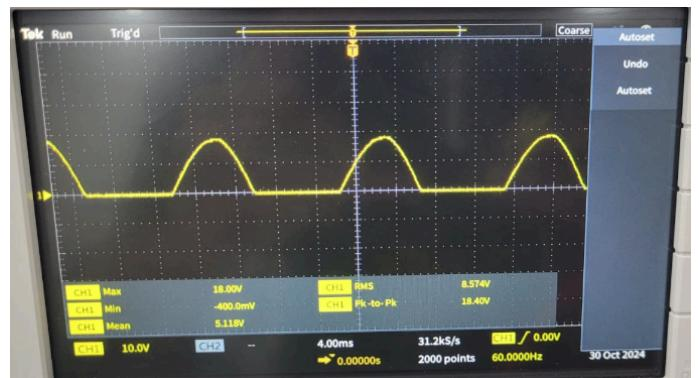

Figura 5: Forma de onda da tensão sobre o resistor.
A seguir deve-se verificar a tensão sobre o resistor R_o conforme o item [6] da seção 2. A Tabela 4 e Figura 5 retratam os valores médio, eficaz e a ondulação (ripple) de tensão sobre o resistor R_o .
- O diodo 1N4007 por não conduzir quando está reversamente polarizado, ao atingirmos uma tensão negativa, não haverá corrente como se pode notar na Figura 5, mantendo a tensão sempre acima de 0 V.